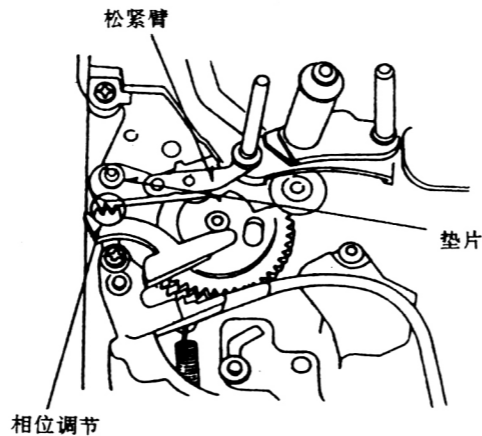

图 1-3-55
3. 插入垫片后再安装回转臂, 确信回转臂及回转带之间的间距如图 1-3-55 所示。